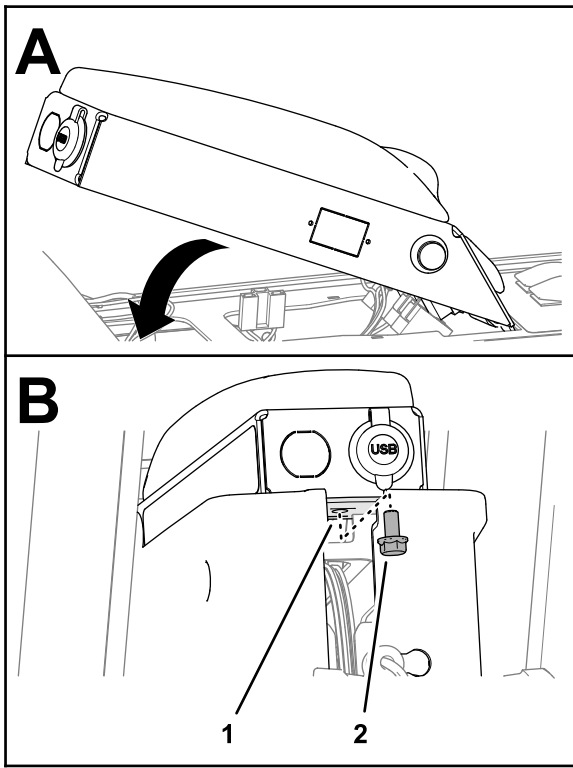

Figura 101
1. Alinee las pestañas de la parte delantera del panel del brazo con las ranuras del bastidor de la consola, y gire hacia abajo el panel del brazo (Figura 101).
2. Sujete el panel del brazo al bastidor de la consola (Figura 101) con el tornillo con arandela prensada (5/16" x 5/8").